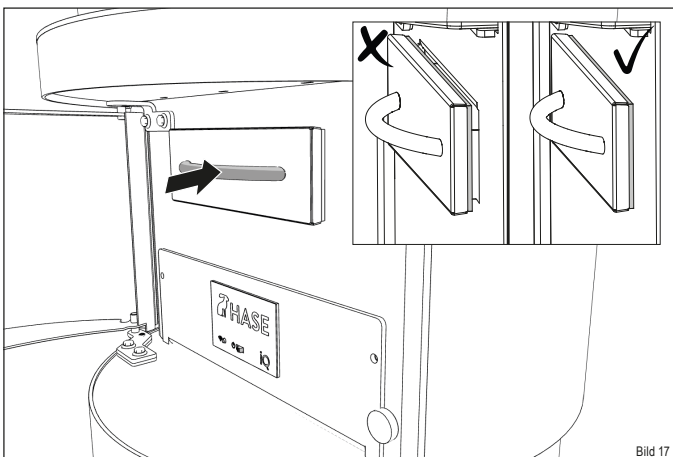

Bild 17
Achten Sie beim Einschieben des Aschebehälters darauf, dass dieser bündig mit der Dichtung anliegt (Bild 17). So wird sichergestellt, dass der Abbrandprozess nicht durch Falschluf gestört wird.
- ✓ Schieben Sie den Aschebehälter wieder in die Öffnung, so dass dieser bündig mit der Dichtung anliegt (Bild 17).
- ▶ Schieben Sie den Aschebehälter wieder in die Öffnung, so dass dieser bündig mit der Dichtung anliegt (Bild 17).
- ▶ Schieben Sie den Aschebehälter wieder in die Öffnung (Bild 17).